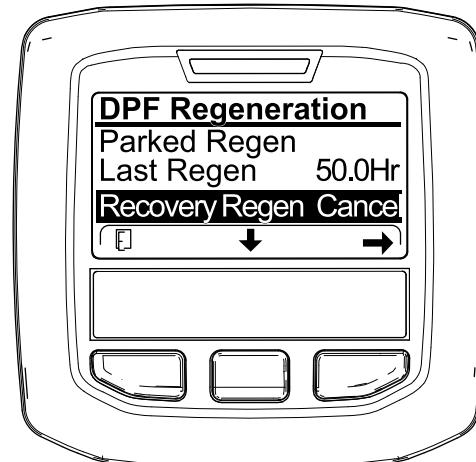
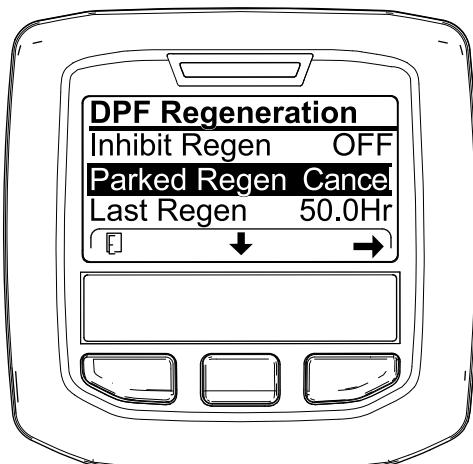

Figure 71
Figure 70
3. Appuyez sur le bouton droit pour sélectionner l'option Regen Cancel (Figure 70 ou Figure 71).
2. Appuyez sur le bouton central pour naviguer jusqu'à l'option PARKED REGEN CANCEL (Figure 70) ou RECOVERY REGEN CANCEL (Figure 71).